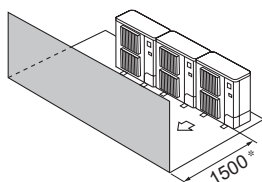

Fig. 2-11
③ Obstacles à l'avant (Fig. 2-11)